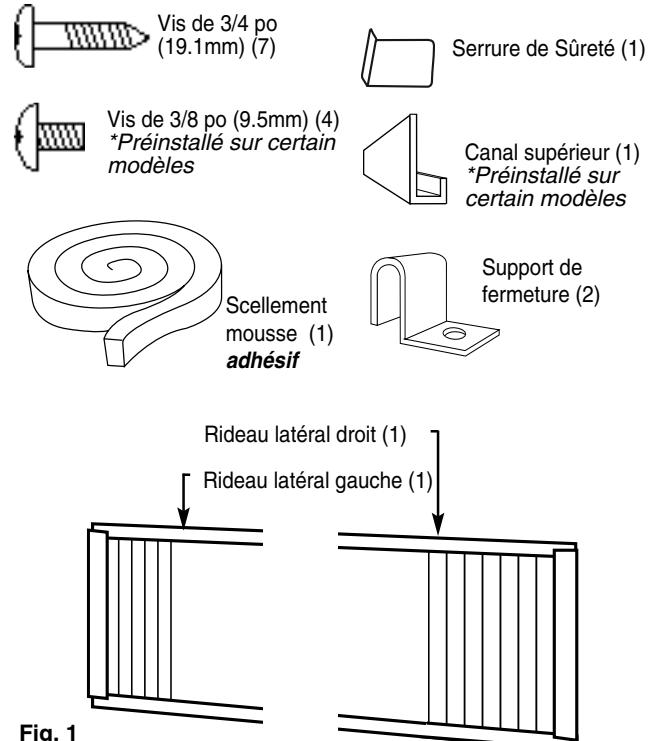

Fig. 1
**REMARQUE:** Cet appareil n'a pas été conçu pour des fenêtres verticales (de type coulissant) ou pour être installé à travers une paroi. **REMARQUE:** Conservez le carton d'expédition et le matériel d'emballage pour futur entreposage ou transport de l'appareil. Ôtez l'appareil du carton, le sac en plastique qui contient la trousse de quincaillerie nécessaire pour l'installation de votre climatiseur. Veuillez vérifier le contenu de la trousse de quincaillerie d'installation en le comparant à la liste de vérification du modèle correspondant, et ce, avant l'installation de l'appareil. Voir fig. 1